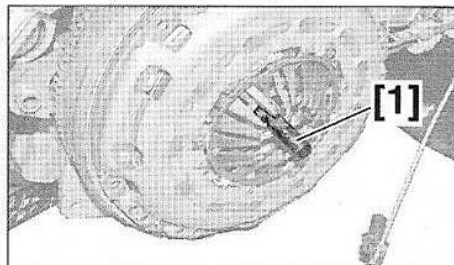

FIG.2
- Mettre en place l'outil [1] (Fig.2).